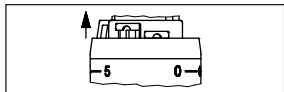

Fig.6
1. Far scorrere le clip di limitazione dalla „posizione di sicura“ (tra il numero di impostazione „5“ e „0“, Fig. 6) con un l'aiuto di un attrezzo idoneo o un perno.